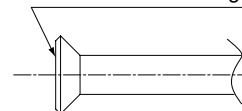

Fig. 5
- **Aplique óleo éter ou óleo éster somente internamente ao alargamento** e aparafuse a porca de alargamento por três ou quatro voltas primeiramente a mão quando da conexão da porca de alargamento. (Consulte a Fig. 5)